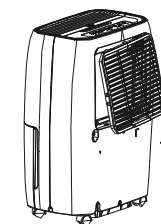

Fig. 8
- Si le tuyau de la pompe diminue lorsque vous retirez le seau (Voir Fig.7), vous devez réinstaller le tuyau de la pompe correctement à l'unité avant de remplacer le seau dans l'unité (Voir Fig.8).
- Pour retirer le filtre, tirez le filtre vers l'extérieur (voir Fig.8).